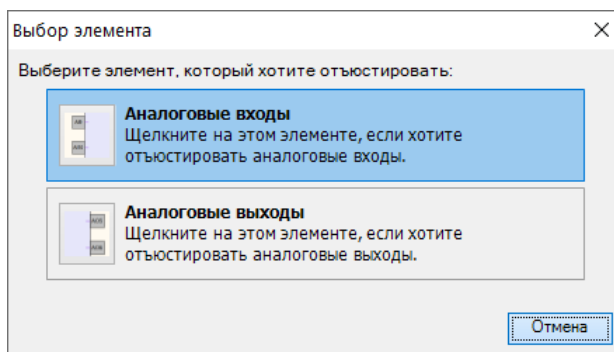

Рисунок 8.3 – Выбор элемента
3. В появившемся меню выбрать «Аналоговые входы» (см. рисунок 8.3).